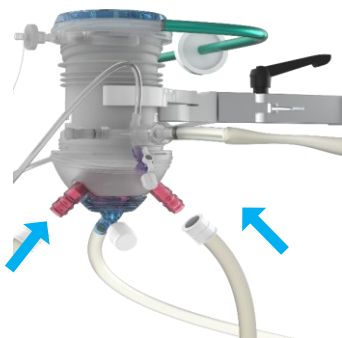

Figura 12 Conexão da tubulação térmica aos oxigenadores
- Conecte a tubulação térmica ao oxigenador (Figura 12) usando os conectores de água (Figura 6, item 25). O oxigenador possui dois conectores para a tubulação térmica que podem ser usados tanto para a entrada quanto para a saída. Certifique-se de que um tubo esteja conectado à entrada térmica e o outro à saída térmica (veja a Figura 6).